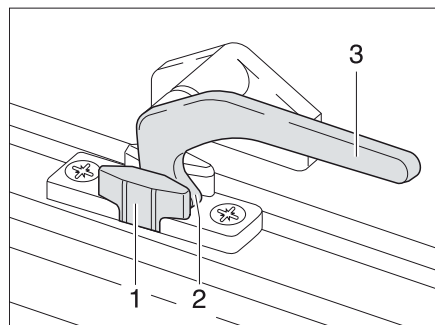

Fig. 43 Levier de verrouillage en position "Aération permanente"
- En position "Aération permanente" (Fig. 43)
- Tourner le levier de verrouillage (Fig. 43,3) d'un quart de tour vers le centre de la fenêtre.
- Tourner le levier de verrouillage d'un quart de tour vers le cadre de la fenêtre. Le tenon de verrouillage (Fig. 43,2) doit pénétrer alors dans le logement prévu à cet effet dans le verrouillage de fenêtre (Fig. 43,1).